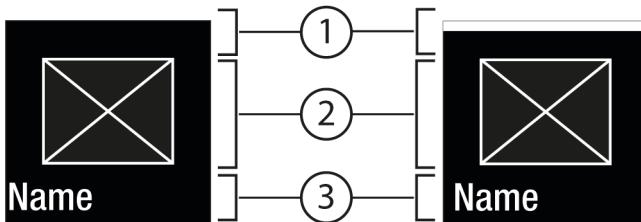
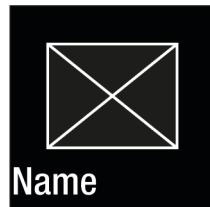

Fig. 6
Fig. 7
- С Потвърждаване Fig. 5 (2) се извиква подменюто Fig. 7 (4).
- Настройване на нова стойност: С Потвърждаване Fig. 5 (2) изберете деактивирана стойност Fig. 6 (1).
- Обратно в менюто: С Потвърждаване Fig. 5 (2) изберете вече активираната стойност Fig. 6 (2).
- ▷ Състояние: активирано Fig. 6 (1) се появява за кратко в подменято Fig. 7 (4).